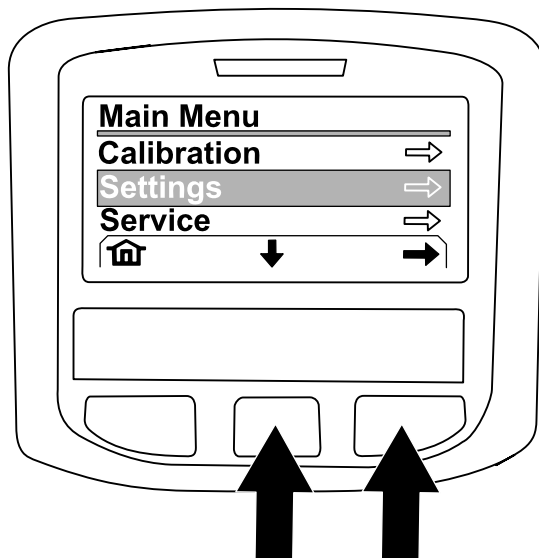

Figura 258
3. Pulse el botón central del InfoCenter para acceder al menú principal (Figura 258).
4. En la pantalla MAIN MENU, pulse el botón central para desplazarse a la opción SETTING, y pulse el botón derecho para seleccionar esa opción (Figura 258).